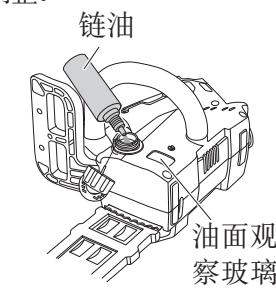

图 18
- 本机在交付时里面并无链油。在使用前, 请确保油箱中加满所提供的链油。(图 18)